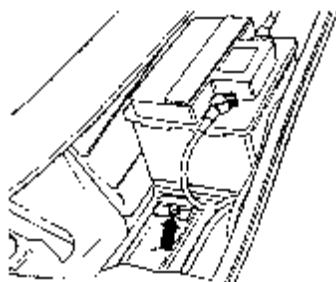

图 11-4 松开固定卡子
- ③拧松六角螺栓 M8×25。拆卸固定卡子。如图 11-4 所示。从车上抬下蓄电池。